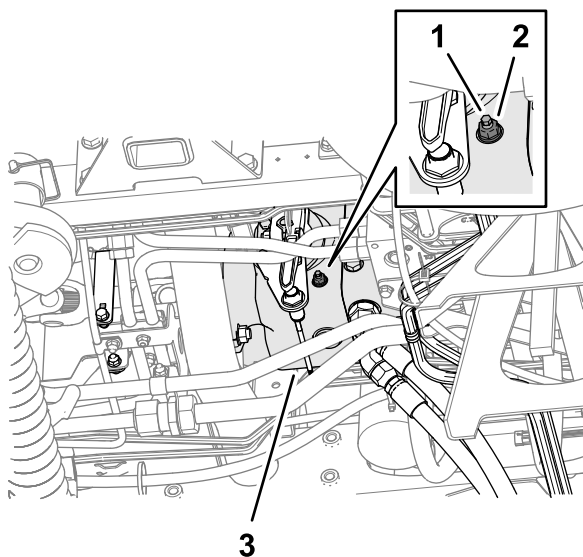

Figura 132
3. Dalla parte inferiore della macchina e sul lato destro della pompa di trazione, allentate il dado di bloccaggio che fissa la vite di regolazione del ritorno in folle (Figura 132).